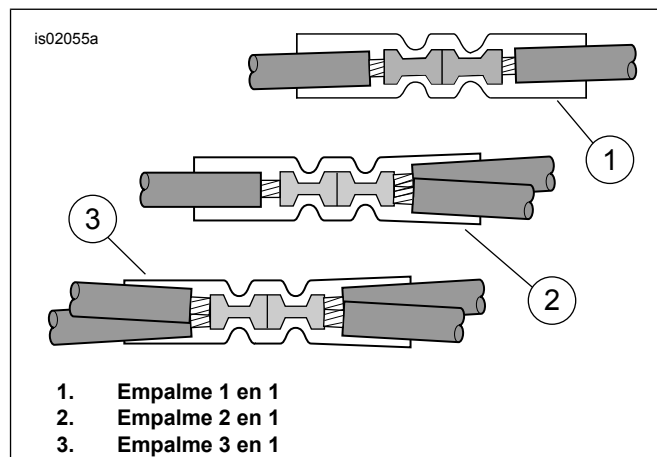

Figura 7. Configuraciones de empalmes
- Vea Figura 22. Obtenga del kit un conector de empalme sellado (3). Vea Figura 7, la configuración de empalme "2 en 1". Empalme el cable conductor de energía del arnés de cables de la empuñadura con calefacción a los cables naranja/blanco del arnés principal, de acuerdo con las instrucciones en el apéndice del Manual de servicio.
6. Vea Figura 22. Obtenga del kit un conector de empalme sellado (3). Vea Figura 7, la configuración de empalme "1 en 1". Empalme el cable conductor de energía del arnés de cables de la empuñadura con calefacción al cable adaptador, de acuerdo con las instrucciones en el apéndice del Manual de servicio.
3. Vea Figura 22. Obtenga del kit un conector de empalme sellado (3). Vea Figura 7, la configuración de empalme "2 en 1". Empalme el cable conductor de energía del arnés de cables de la empuñadura con calefacción a los cables naranja/blanco, cortados de acuerdo con las instrucciones en el apéndice del Manual de servicio.
3. Vea Figura 22. Obtenga del kit un conector de empalme sellado (3). Vea Figura 7, la configuración de empalme "2 en 1". Empalme el cable conductor de energía del arnés de cables de la empuñadura con calefacción a los cables naranja/blanco del arnés principal, de acuerdo con las instrucciones en el apéndice del Manual de servicio.
4. Instale el fusible de 2 A (12) del kit en la cavidad del fusible para completar el circuito.